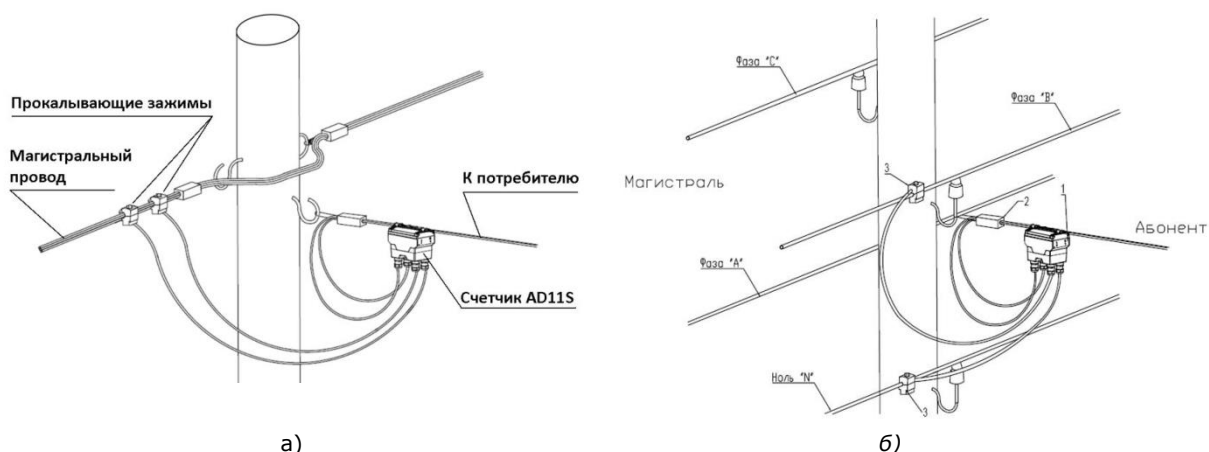

Рисунок 3.18 - Монтаж однофазного счётчика типа split на проводе:
2. Непосредственно на изолированном вводном кабеле, подводящем к потребителю электроэнергию (рисунок 3.18);